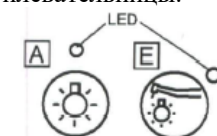

Рис. 3-6
(4) Выключатель светового блока (опционально) (Рис. 3-6) **A E**